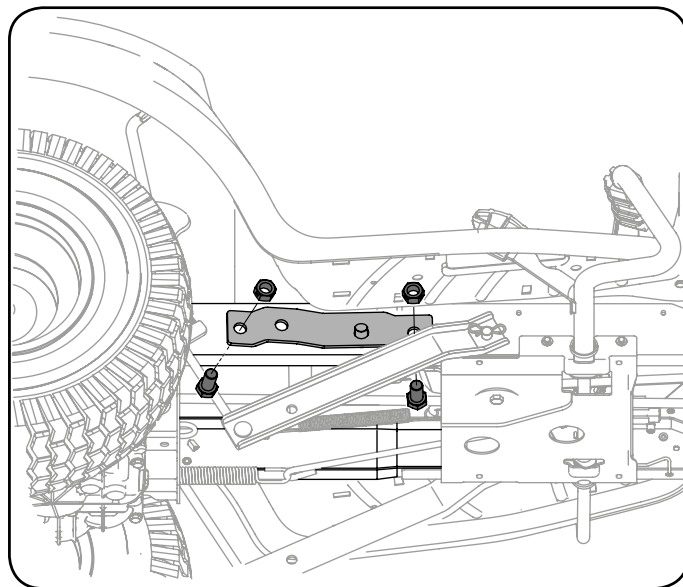

Рисунок 3-2
2. Закрепите правый опорный кронштейн с маркировкой «R» с внешней стороны рамы трактора двумя винтами с шестигранной головкой и фланцевыми гайками, как показано на рис. 3.2.